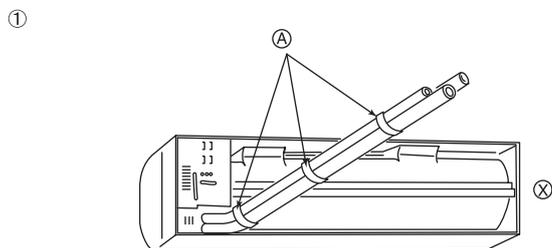
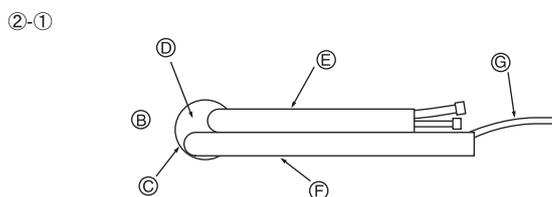

Fig. 3-4
Fig. 3-5
- ① Das Loch mit einem Gewinde versehen.
- ② Die Horizontale kann leicht ermittelt werden, wenn man ein Gewicht an eine Schnur hängt und diese an der Markierung ausrichtet.
- ① Hintere, rechte und untere Rohrleitengung (Fig. 3-4)
- ② Rohrleitungen links und links hinten
- ②-① Bei der Rohrleitung links hinten die Rohre aus dem Loch herausziehen, um ihre richtige Länge festzulegen. Binden Sie sie dann zusammen. Die Innenanlage sollte an der Wandbefestigung hängen. (Fig. 3-5)